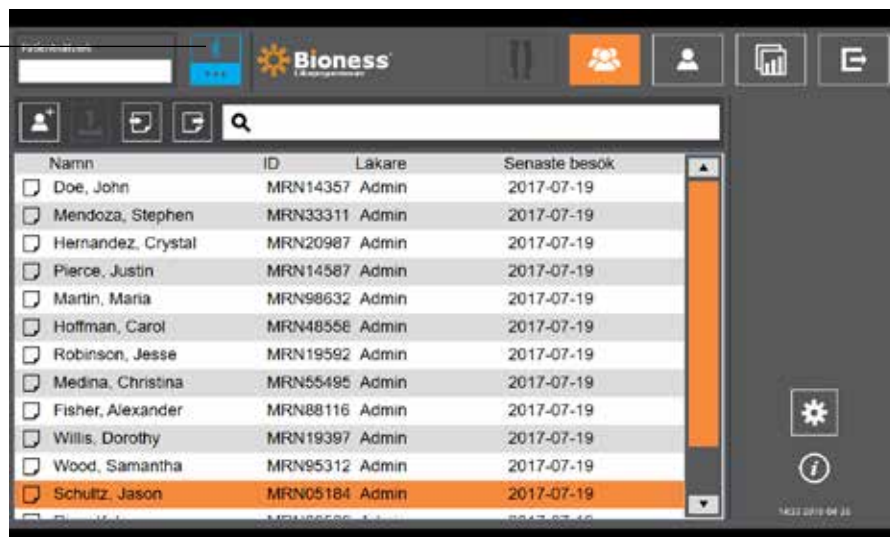

Bild 9-0: Bluetooth®-ikonen
3. Skärmen Patientdatabas visas. Tryck på Bluetooth®-ikonen i navigeringsfältet. Se bild 9-0.